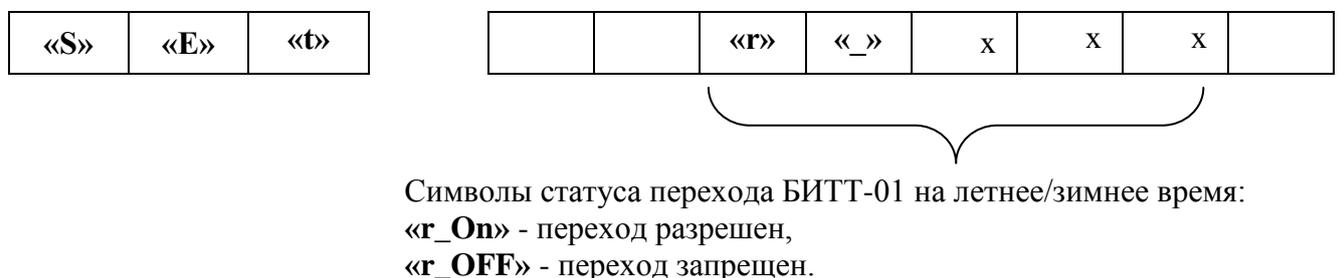

Рис. 24. Изменение статуса перехода на летнее/зимнее время.
1.5.1.18. Изменение статуса перехода БИТТ-01 на летнее/зимнее время производится в соответствующем пункте инженерное меню клавишей «**F2**» (рис. 24).